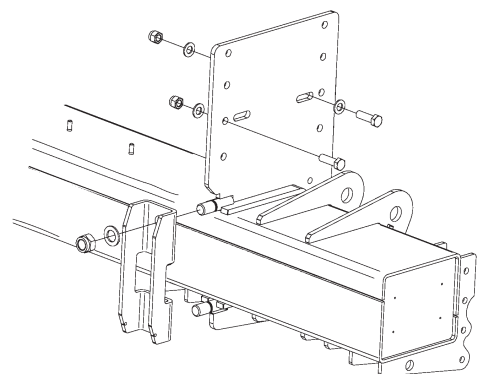

Imagen 29. Montar el perfil en U con las tuercas y arandelas correspondientes
6. La estructura del elevador debe colocarse lo más alta posible dentro de las medidas C indicadas. Ajustar la estructura a la altura ideal debajo del chasis. Utilice el embalaje del elevador y una carretilla, véase Imagen 29. La estructura debe colocarse paralelamente al suelo de la carrocería y no debe quedar apoyada contra el chasis del vehículo, debe existir una holgura de algunos milímetros. Si es necesario, ajustar el ángulo de los brazos conduciendo el elevador con cuidado.
8. Montar el perfil en U con las tuercas y arandelas correspondientes, sin apretar. Apretar las tuercas alternativamente hasta que el perfil en U quede recto contra la estructura, véase Imagen 29